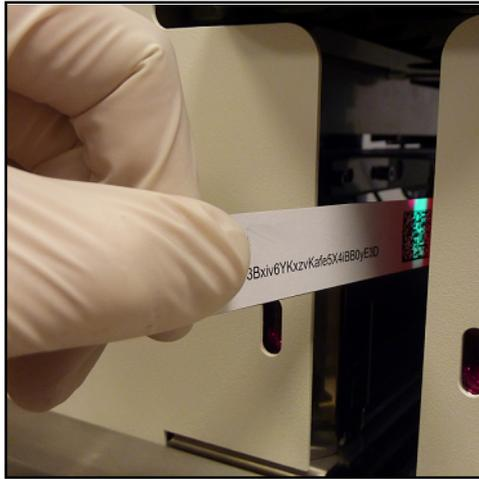

Figura 18: Utilizzo della scheda con codice di registrazione per registrare nuove strisce
- 2 Inserire la scheda del codice di registrazione (contrassegnata LabUMat 2) nella fessura del rack, con il codice a barre 2D rivolto verso destra (👉 **Figura 18**).